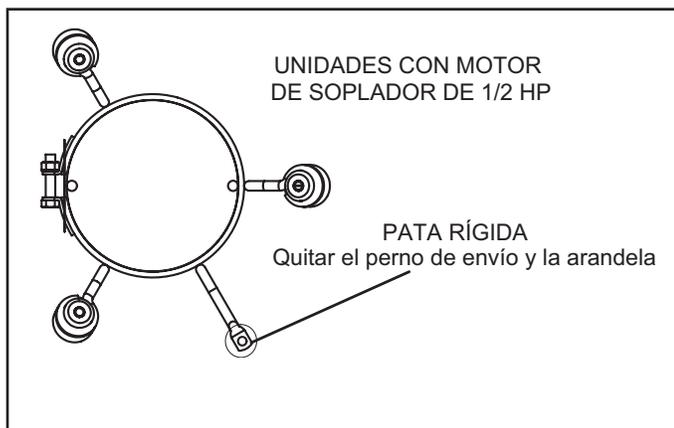

FIGURA 9
**NOTA** – Las unidades con motor de soplador de 1/2 hp están equipadas con tres patas flexibles y una pata rígida. La pata rígida está equipada con un perno de envío y una arandela plana de plástico blanca (en vez de la arandela de montaje de caucho utilizada con una pata de montaje flexible). Ver la FIGURA 9. **Se debe quitar el perno y la arandela antes de poner el calefactor en funcionamiento.** Después de haber quitado el perno y la arandela, la pata rígida no tocará el alojamiento del soplador.